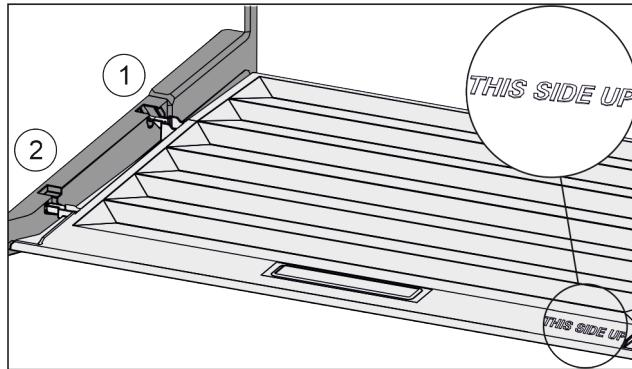

Fig. 83
- Пъхнете шийките на капака през отвора в задния държач Fig. 83 (1) и фиксирайте отпред в държача Fig. 83 (2).